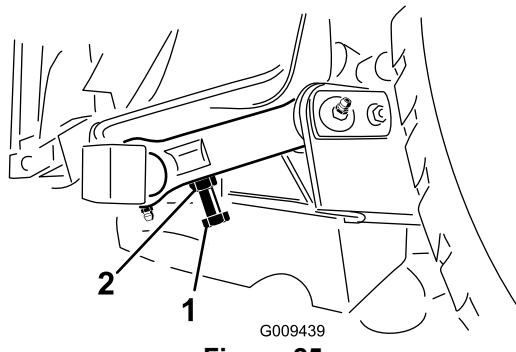

Figure 25
- Pour ajuster la distance, trouvez le boulon sur la bielle de pivot arrière du plateau de coupe (Figure 25). Desserrez l'écrou de blocage sur le boulon de réglage. Desserrez ou serrez les boulons de réglage pour obtenir un écartement de 10 à 16 mm, puis serrez l'écrou de blocage.